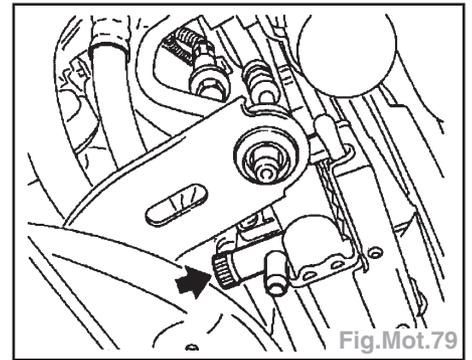

Fig.Mot.79
- Vidanger le circuit de refroidissement (Fig.Mot.79).